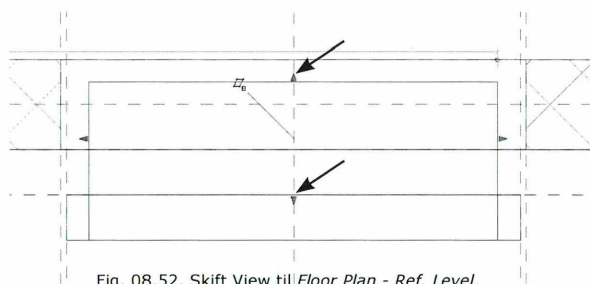
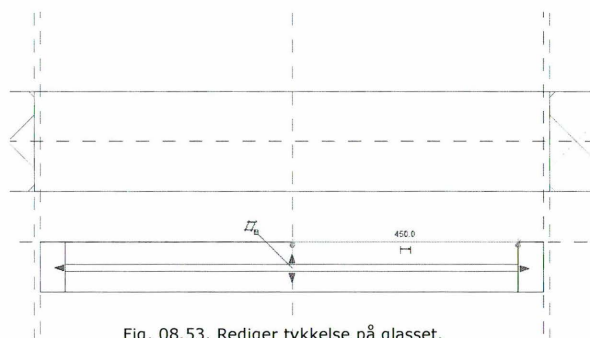

Fig. 08.52. Skift View til *Floor Plan - Ref. Level*.
Fig. 08.53. Rediger tykkelse på glasset.
- Glasset skal nu tilpasses i tykkelse, træk i de to blå pile, til størrelsen på glasset passer (Fig. 08.52 - Fig. 08.53).